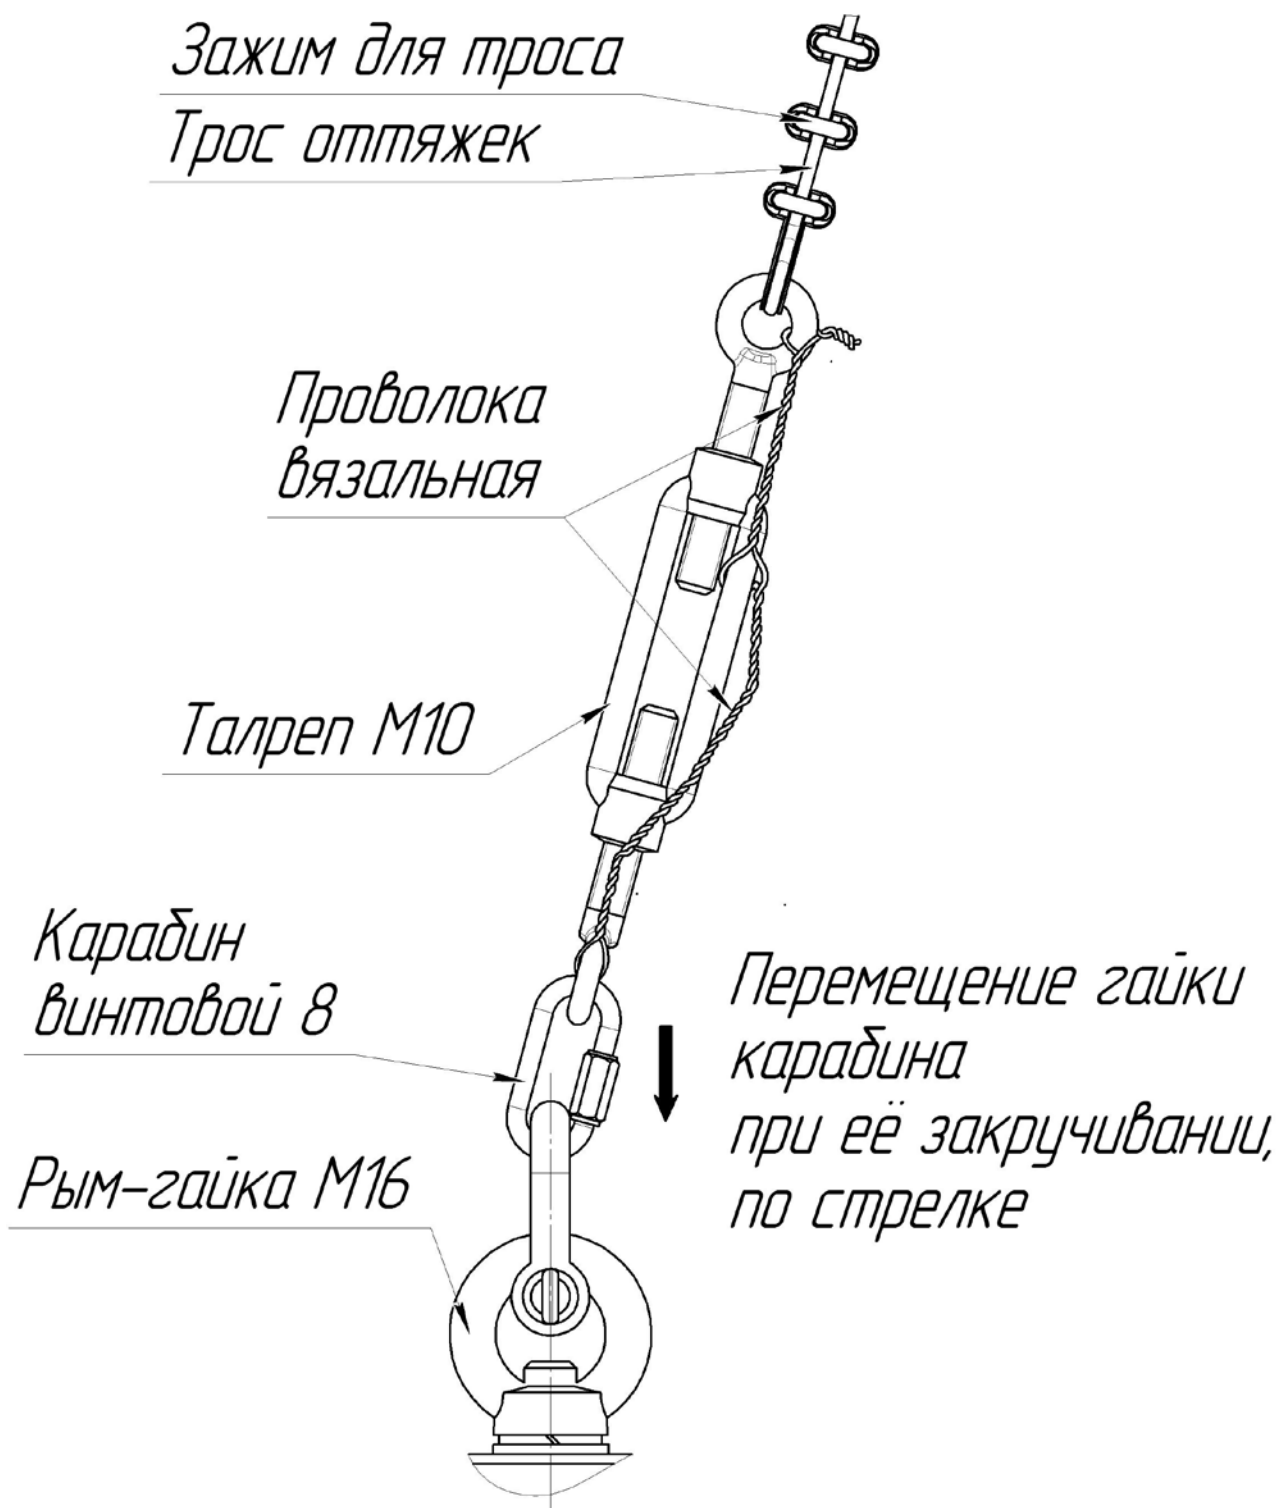

Рисунок 6 – Крепление оттяжки
6.1.13 Раскрутить талрепы, расположенные на оттяжках, увеличив их длину до максимальной. Закрепить талреп одного сектора за рым-гайку М16 с помощью винтового карабина (рисунок 6).
ВНИМАНИЕ: во избежание раскручивания гайки карабина, карабин установить в положение, чтобы гайка карабина при её закручивании перемещалась по стрелке (рисунок 6).
6.1.17 Зафиксировать талрепы с помощью вязальной проволоки (рисунок 6). Допускается использовать как цельный кусок проволоки, так и обрезки.